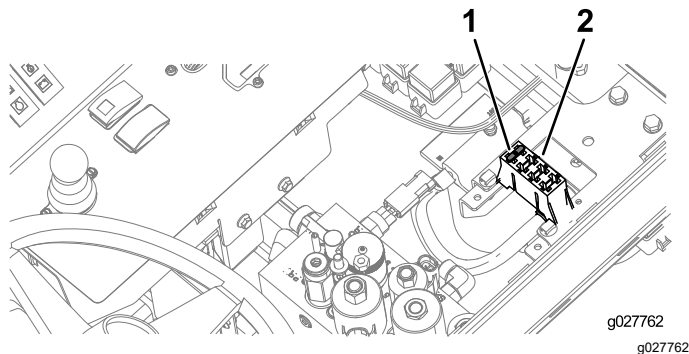

Figura 8
4. Installate il fusibile nel portafusibili (Figura 8).